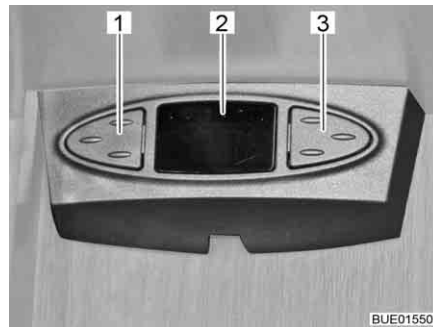

Bild 25 Sat-Maus
Sat-Maus Je nach Modell ist die Satellitenanlage mit einer Sat-Maus ausgestattet. Die Anzeige (Bild 25,2) der Sat-Maus zeigt den eingestellten Kanal an. Mit den beiden Tasten können die Grundfunktionen der Satellitenanlage bedient werden (Senderwechsel, Ein-/Ausschalten).
- Vorherigen Sender aus der Senderliste wählen: Linke Taste (Bild 25,1) drücken.
- Nächsten Sender aus der Senderliste wählen: Rechte Taste (Bild 25,3) drücken.
- Zwischen Radio und TV umschalten: Tasten (Bild 25,1 und Bild 25,3) gleichzeitig kurz drücken.
- Receiver ein-/ausschalten: Tasten (Bild 25,1 und Bild 25,3) gleichzeitig drücken und gedrückt halten.